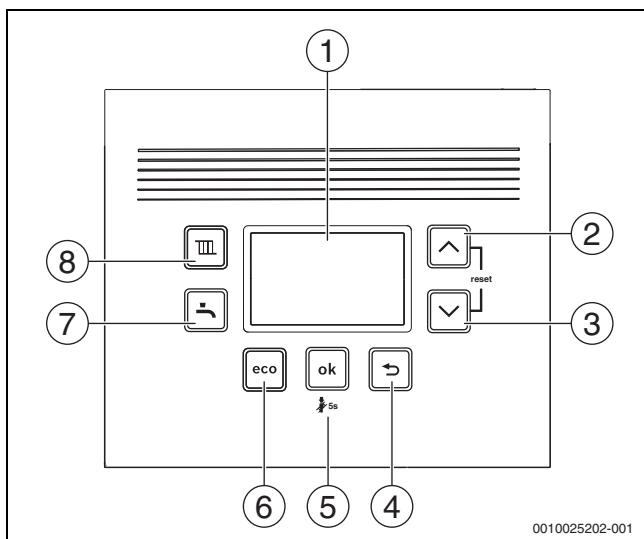

Рис. 1 Элементы управления
- ▶ Выключите котел кнопкой (→ рис. 1).